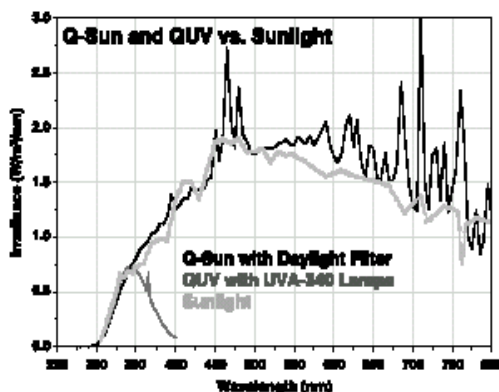

图 1 太阳光光谱与 QUV 和 Q-Sun 光谱之间的比较
氙弧光灯试验箱和 QUV 紫外加速老化试验箱是应用最广泛的加速老化的检测设备。这两种检测设备的测试原理完全不同。氙灯试验箱模拟太阳光的所有光谱, 包括紫外线 (UV), 可见光和红外线 (IR)。氙灯光谱在 295 nm 到 800 nm 范围内基本上与太阳光光谱相吻合 (如图 1 所示)。
另一方面, QUV 不能模拟全光谱太阳光。它基于的原理是, 对暴露在室外的经久耐用的材料, 紫外线的短波段 300~400 nm 是引起老化损害的最主要的原因 (如图 1 所示)。从图 1 中可以看出, 在紫外线的短波区域, 即从 365 nm 到太阳光的最低波段, QUV 能很好地模拟太阳光。然而, 对于长一点的波长它将无能为力。Q-Sun 模拟太阳光的所有光谱, 它被用来测试许多产品, 这些产品对紫外线的长波段, 可见光及红外线较敏感。